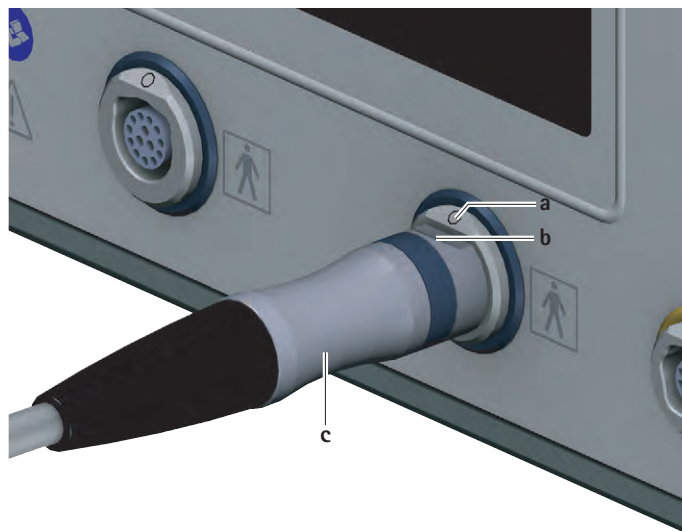

Fig. 3 Anslut motorkabel
- ▶ Rikta styrenhetens kontakt c på motorkabeln så att markeringen b på kontakten stämmer överens med markeringen a på användningsdelarnas anslutningsuttag 7, se Fig. 3.
- Dra ut motorkabeln på kontakten för styrenheten **c** från anslutningsuttaget för användningsdelarna **7**, se Fig. 3.